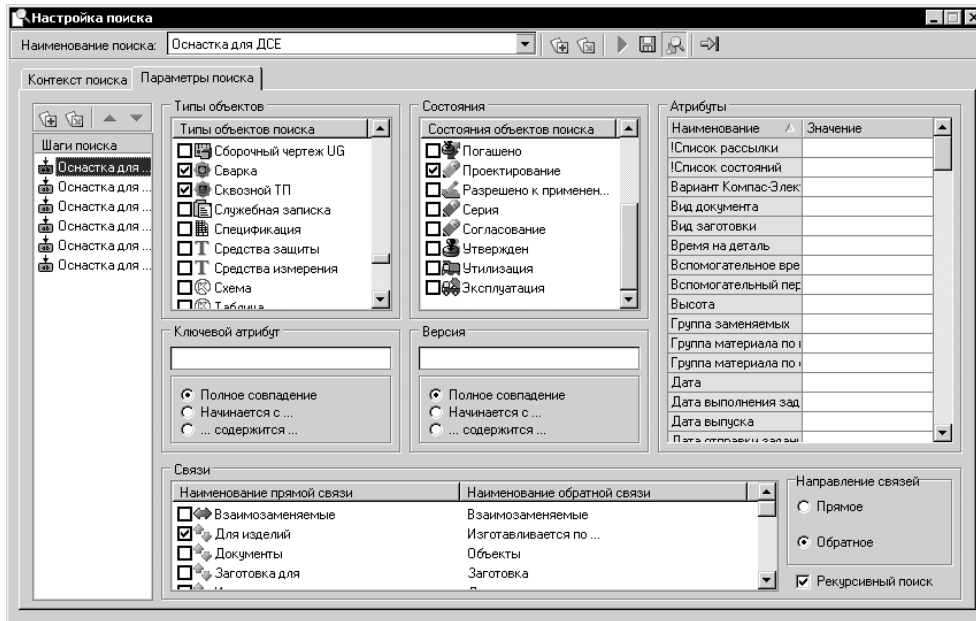

Рис. 13.8. Настройка расширенного поиска
4. Определите параметры поиска (рис. 13.8):